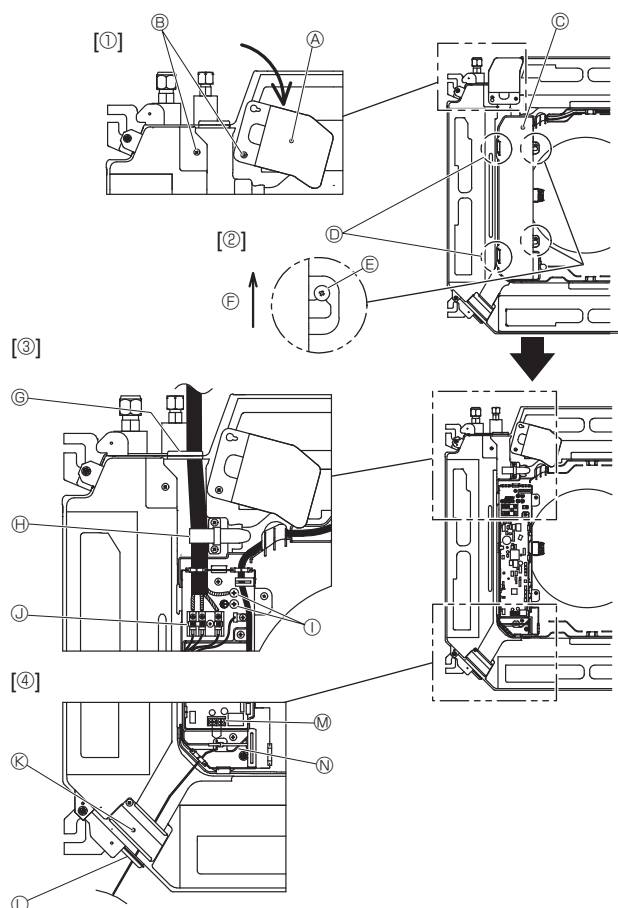
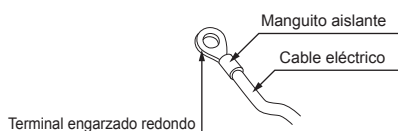
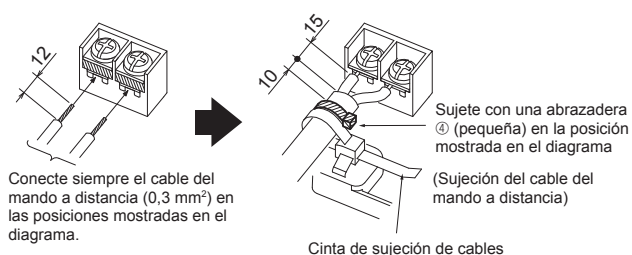

Fig. 6-1
Fig. 6-2
Fig. 6-3
### 6.1. Unidad interior (Fig. 6-1)
1. Afloje los dos tornillos que fijan el panel de servicio del cableado, y luego gire dicho panel. [Fig. 6-1 ①]
2. Afloje los dos tornillos que fijan la cubierta de la caja eléctrica y luego deslice dicha cubierta. [Fig. 6-1 ②]
3. Pase el cable de alimentación, el cable de conexión de la unidad interior/exterior y el cable de tierra a través de las entradas de cableado indicadas en el diagrama. [Fig. 6-1 ③] Ponga la parte revestida del cable de alimentación y del cable de conexión de la unidad interior/exterior en la caja eléctrica. Utilice terminales engarzados redondos para el terminal de conexión interior-exterior y el kit de terminales de alimentación opcional. [Fig. 6-2] Si no puede utilizar terminales engarzados redondos, siga el procedimiento indicado en las Fig. 6-3-6-6. Consulte los detalles de la conexión en los apartados 6.1.1. y 6.1.2.
4. Pase y conecte el cable del mando a distancia por las entradas de cableado indicadas en el diagrama. [Fig. 6-1 ④, Fig. 6-3] Consulte los detalles de la conexión en los apartados 6.1.1. y 6.1.2.